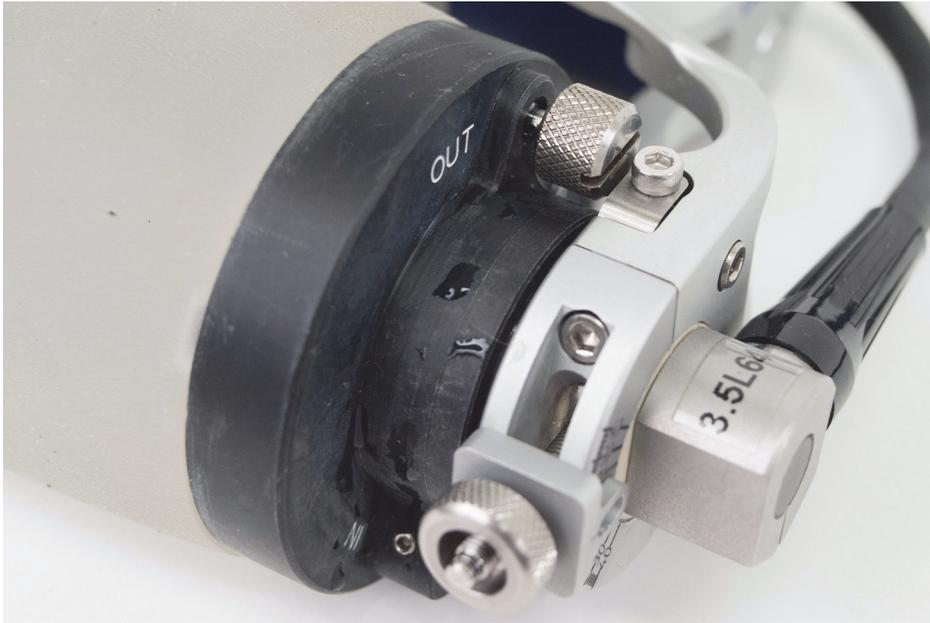

Abbildung 6-4 Ventil OUT
1. Öffnen Sie das Ventil OUT mit einer 1 1/2 Drehung (Abbildung 6-4 auf Seite 82).